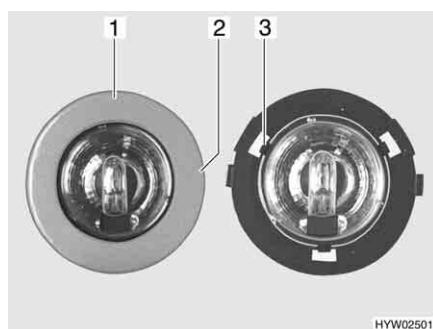

Fig. 258 Lampada alogena a incasso
- Girare lentamente il diaframma (Fig. 258,1) finché il nasello (Fig. 258,2) dell'involucro non si arresta a scatto nella scanalatura sottostante del diaframma.
- Tre graffe (Fig. 258,3) tengono ferma la lastra di vetro della lampada alogena nell'involucro. Spingere di lato una delle tre graffe.